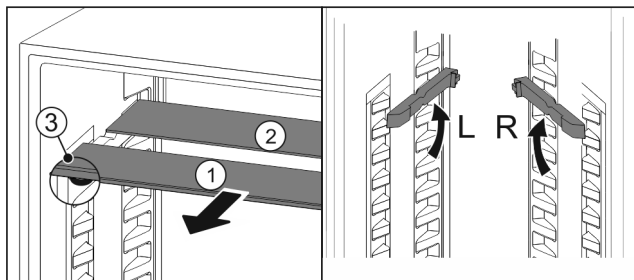

Fig. 133
- ▶ Sortir les tablettes par l'avant Fig. 133 (1).
- ▷ La tablette en verre Fig. 133 (1) avec bordure décorative est située à l'avant.
- ▷ Les butées Fig. 133 (3) sont orientées vers le bas.